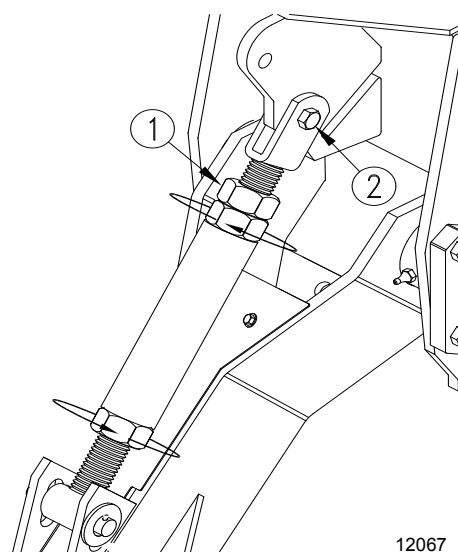

Рисунок 1-11
1. Ослабьте контргайку (1) возле верхней скобы винтовой тяги каждого копирующего колеса. См. Рисунок 1-11.